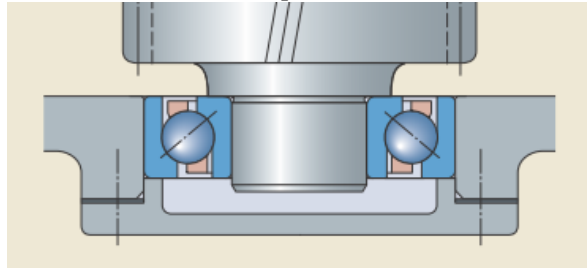

Figura 2.1
2.1.1 Na Figura 2.1, o rolamento rígido de esferas de contacto angular SKF Explorer 7208 roda a 2000 rpm sob uma carga horizontal de 13 kN e uma carga vertical para baixo de 15 kN. É utilizado um óleo para a sua lubrificação e o rolamento terá uma temperatura operacional de 70 °C. A fiabilidade desejada é 96% e supõe-se que as condições operacionais são de limpeza normal. Seleccione o lubrificante adequado e calcule a vida nominal ajustada SKF.